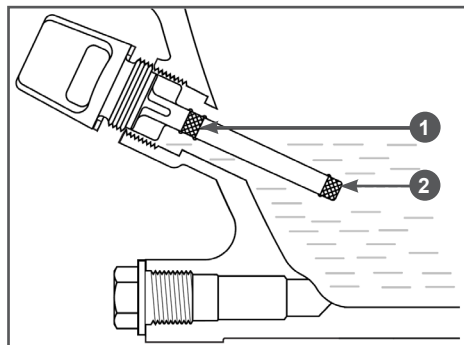

Рис. 6. Проверка уровня масла в картере
4. Установите крышку-щуп в отверстие горловины, не закручивая его (Рис. 6).
5. Аккуратно вытащите щуп и осмотрите его. Уровень масла должен соответствовать верхней отметке 1 на щупе (Рис. 6).
- Протрите щуп насухо и вставьте в отверстие горловины, не закручивая (Рис. 6).
- Аккуратно извлеките щуп и осмотрите его. Уровень масла должен соответствовать верхней отметке на щупе. При недостаточном уровне масла в картере необходимо долить чистое масло до верхней отметки на щупе, что соответствует нижней кромке заливного отверстия (Рис. 6).